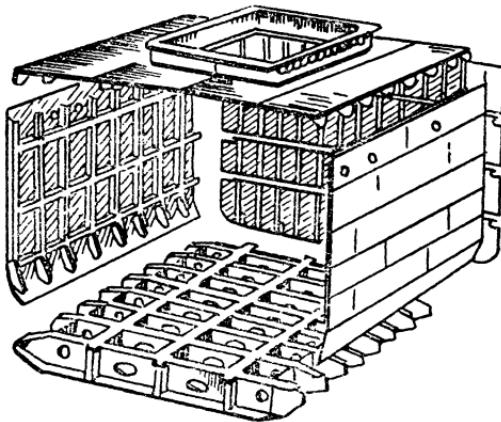

Рис. 60. Сборка корпуса судна секционным методом.
*Секционный метод* заключается в том, что весь корпус судна разбивается на отдельные секции (рис. 60): палубы, борта, днище, переборки, платформы и т. д.